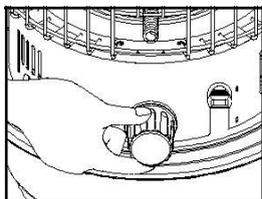

Рис. 9
- Проверните ручку, регулиующую фитиль, по часовой стрелке, пока фитиль не будет поднят на максимальную высоту. (Рис. 9)